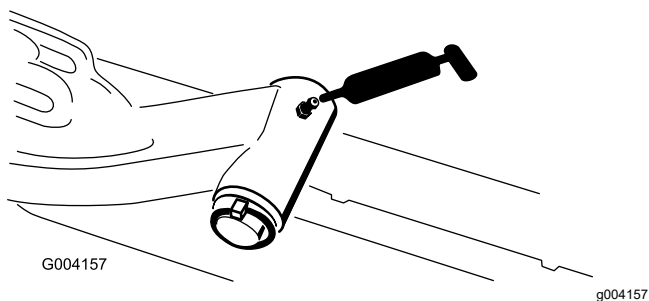

Figura 109
- Eje pivotante del brazo de elevación (1 en cada) (Figura 109)